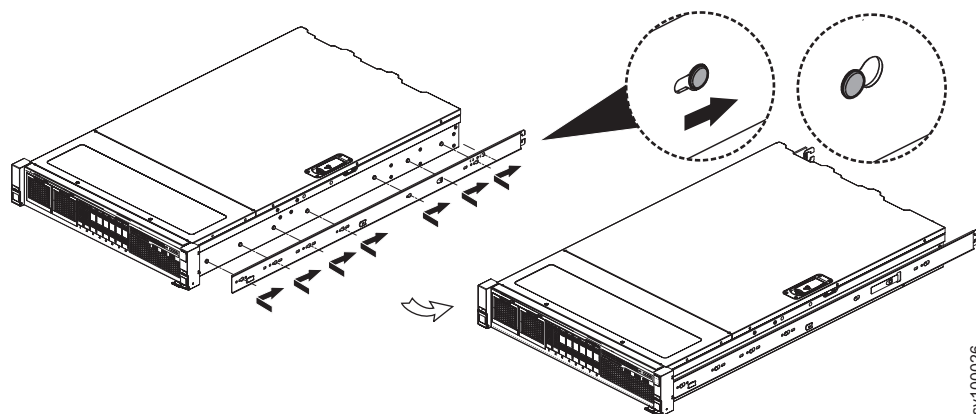

図 42. シャーシへのレールの内部セクションの取り付け
4. レールの内部セクションをシャーシに取り付けます。ねじは不要です。内部セクションの穴をアプライアンスの側面のピンの頭に合わせてから、レールをアプライアンスの後方にスライドさせてロックします (図 42 を参照)。